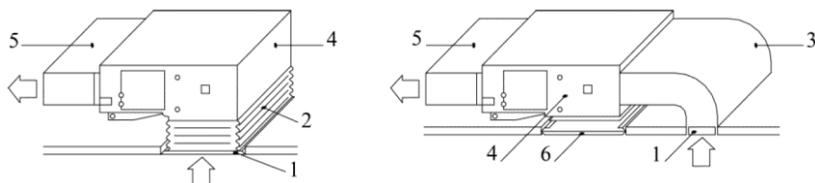

Fig. 12
- e. Pour choisir le mode d'installation, il faut prendre en compte les conditions locales du bâtiment, de l'entretien à réaliser, etc. (voir la figure 12).